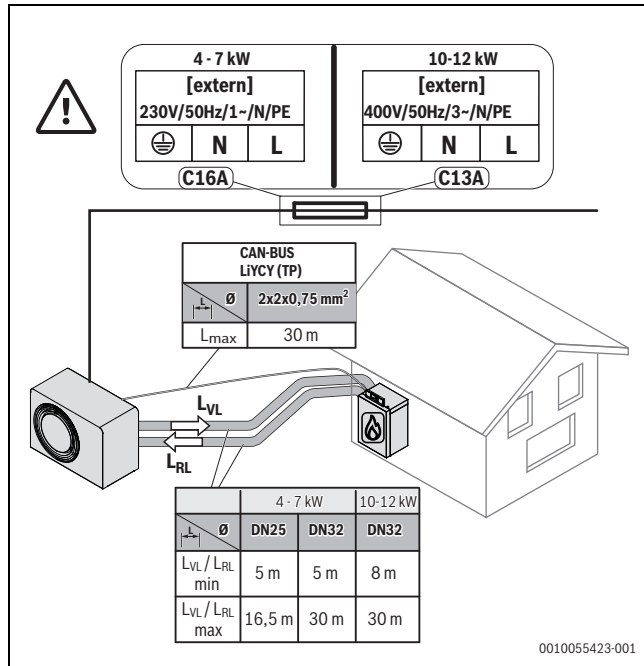

Bild 48 Rohrlänge und -abmessungen
- Abmessungen der Rohre entsprechend den Anweisungen in Bild 48 prüfen.
Wenn der Mindestabstand zwischen Heizgerät und Außeneinheit kürzer ist als die festgelegte Rohrlänge (→ Bild 48 "Rohrlänge und -abmessungen"), verfügt das Produkt möglicherweise nicht über genügend Energie für die Abtauung.